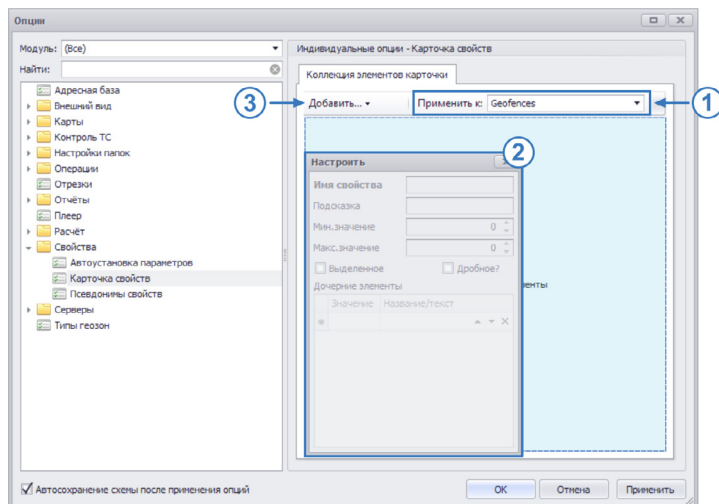

Рис.355. Редактирование Карточки свойств.
Меню настройки Карточки свойств представляет собой конструктор, позволяющий добавлять в модуль произвольные типы свойств и располагать их произвольным образом в окне модуля. Для настройки типа Карточки свойств необходимо выбрать в поле «Применить к» (**Рис.355, п.1**) объект, к которому будут относиться свойства Карточки:
- перейти в режим Конструктор, нажав правую кнопку мыши на пустой области карточки и выбрав команду «Настроить расположение». Появится меню «Настроить» (**Рис.355, п.2**);
- нажать кнопку «Добавить» (**Рис.355, п.3**) и в появившемся списке выбрать элемент для добавления;